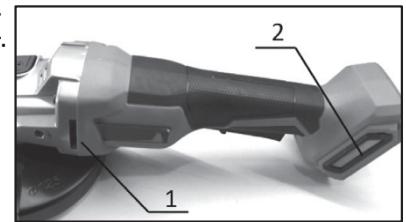

Fig. 17
Découpe à l'aide d'un disque à tronçonner (Fig. 17)
- Ne pas couvrir les orifices d'aération (Fig. 17) pendant le travail, car cela pourrait endommager l'outil en raison d'une surchauffe.